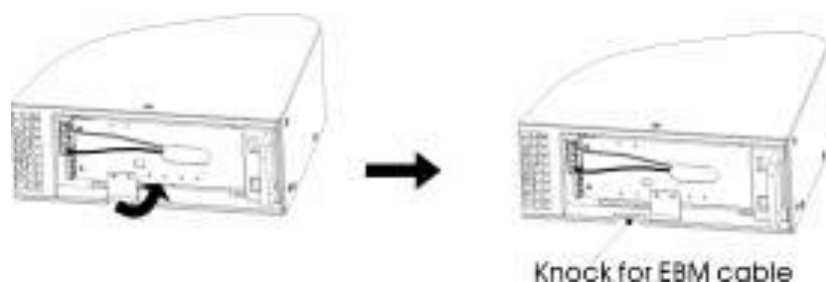

Figura 9 Rimuovere il passaggio dei cavi UPS
b) Sul fondo della copertura frontale dell'UPS, rimuovere il passaggio del cavo EBP (si veda Figura 9).